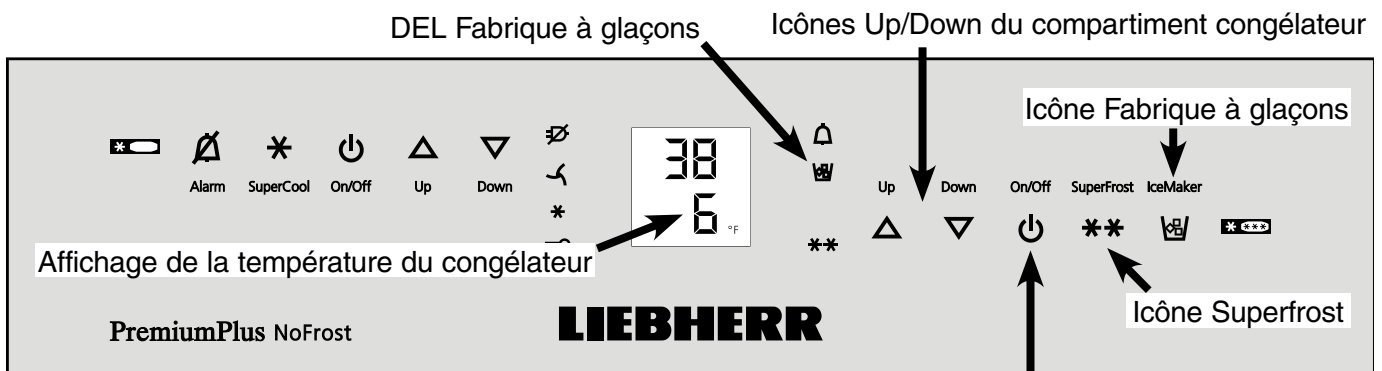

Figure 22
- Mettre en marche la fabrique à glaçons en appuyant sur l'icône Fabrique à glaçons (**Figure 22**).
- Appuyer sur l'icône **Fabrique à glaçons** afin d'allumer la **DEL Fabrique à glaçons** (**Figure 22**).